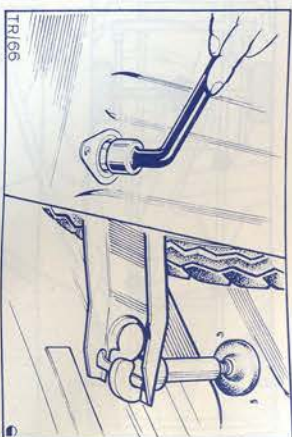

Fig. 63
1. Prendere la ruota di scorta che si trova sotto il pianale nella parte posteriore del veicolo. Per liberare la ruota di scorta, inserire il girabacchino sul dado incassato nel pianale proprio all'interno dello sportello posteriore. Girarlo in senso antiorario ed abbassare la piastra di supporto quanto basta per sfilare la ruota di scorta (fig. 63).